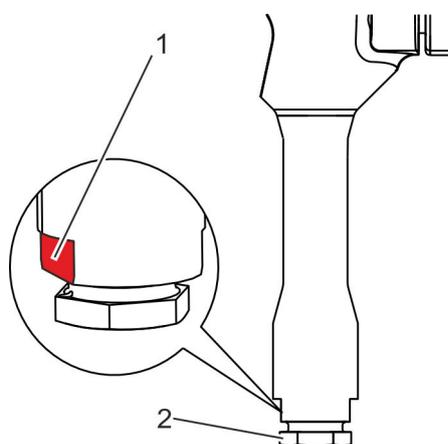

Fig. 13 : Maintien des méplats
Maintenir le corps de vanne dans la zone des méplats (Fig. 13 /1) à l'aide d'une clé de 30.
8. ➔ Dévisser la vis de pression (Fig. 13 /2) vers la gauche avec la clé de 27.